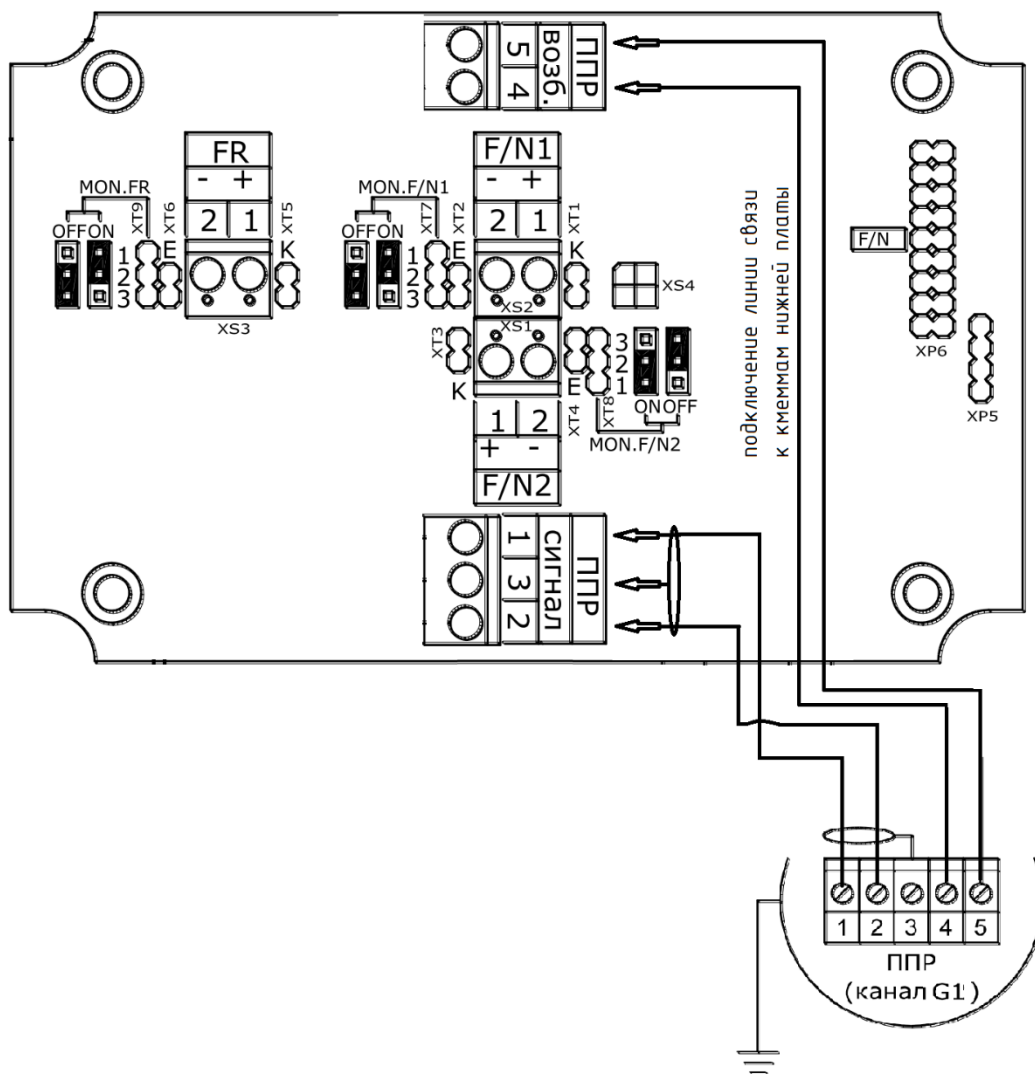

Рисунок 8.10 Схема подключения ППР к плате ПМ РСМ 05.05(ТЭСМАРТ) при раздельном конструктивном исполнении.
8.4.1 Для проведения монтажа линий связи необходимо отвернуть 4 винта на передней панели ПМ и снять переднюю панель. После этого освобождается доступ к разъемам и клеммникам для подсоединения внешних цепей (см. рисунок 8.10 и 8.11).
8.5.2 При считывании данных по интерфейсу RS-485 для подключения расходомера к ПК (Рис. 8.10) дополнительно требуется конвертер, преобразующий сигналы интерфейса RS-232C в RS-485 и обратно. Рекомендуемый конвертер – I-7520 с автоматически подстраиваемой скоростью и форматом. Для организации сети расходомеров на базе последовательного интерфейса RS-485 необходимо каждому прибору присвоить уникальный сетевой адрес. Схема электрических соединений при организации сети расходомеров на базе последовательного интерфейса RS-485 приведена на рисунке 8.12. (Данная функция опциональна).
Установка вида дискретного сигнала осуществляется путём установки/снятия джампера F/N (поле XP6 (XP2 – при наличии платы RS-485), см. рис. 8.10):